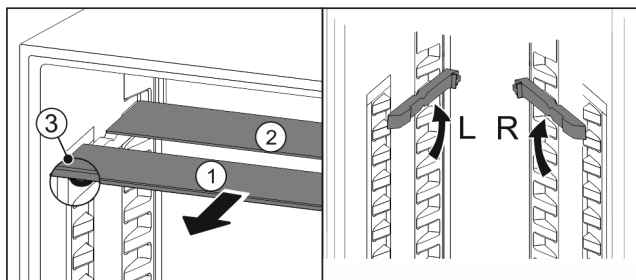

Fig. 87
- Wyciągnąć Fig. 87 (1) pojedynczo półki szklane do przodu.
- Płyta szklana Fig. 87 (1) z listwą ozdobną znajduje się z przodu.
- Stopery Fig. 87 (3) wskazują w dół.